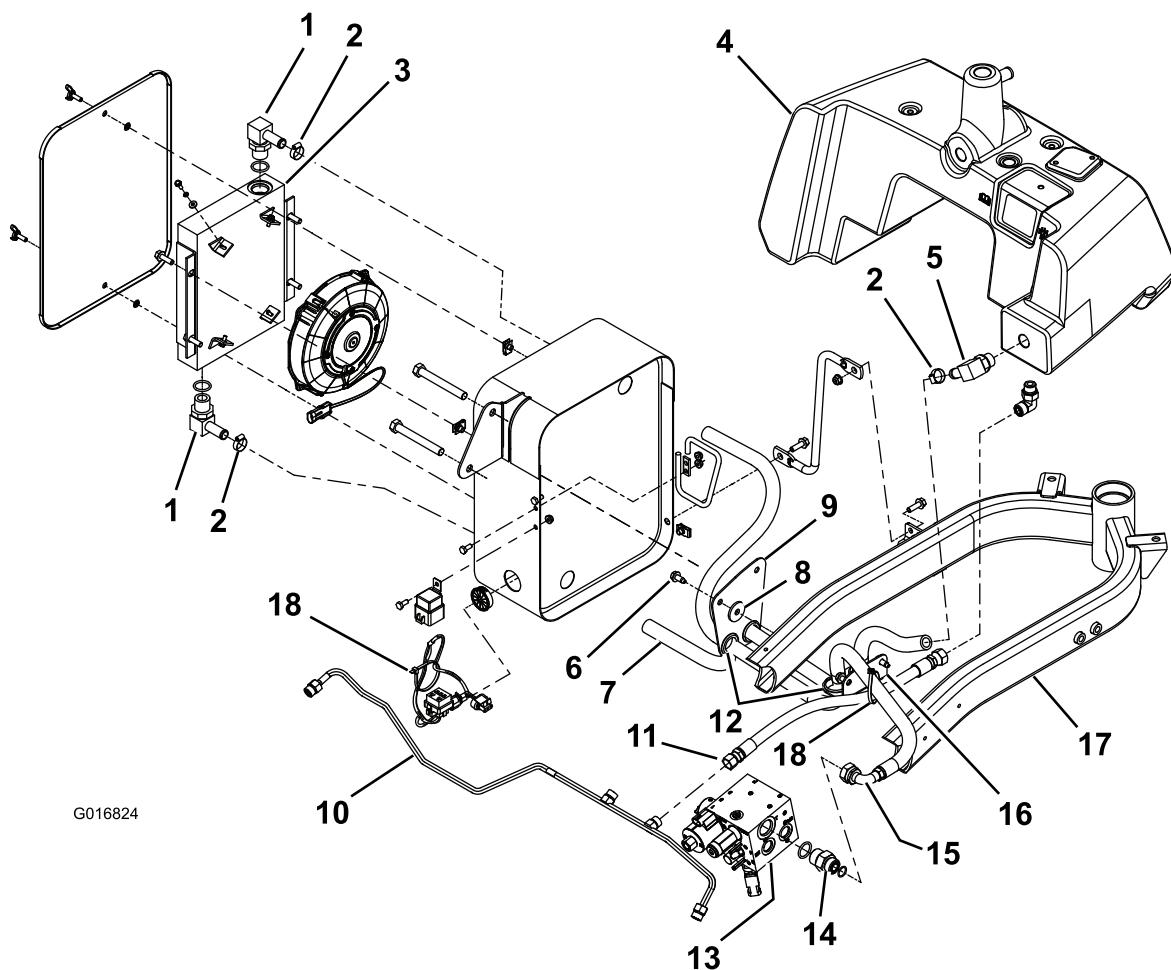

Figura 2
1. Desaperte os 4 dispositivos de fixação que prendem a sub-estrutura do depósito na estrutura da máquina (Figura 2) e deslize o depósito para trás.
3. Prenda os suportes dos tubos comprido e pequeno ao lado direito da estrutura da máquina com parafusos auto-rosantes em cada suporte de tubo (Figura 2).
5. Instale uma união de 90 graus das peças soltas e prenda-a à linha hidráulica com uma abraçadeira de tubos (Figura 2).
6. Encaminhe os conjuntos de tubos hidráulicos sem apertar (Figura 2), mas **não prenda os tubos com as cintas de cabos**.
7. Instale 2 uniões dentadas (90 graus) no dispositivo de arrefecimento de óleo com a extremidade aberta virada para trás (ventoinha) do dispositivo de arrefecimento de óleo (Figura 2).
Nota: Insira um espaçador entre o suporte do tubo comprido e a estrutura da máquina (Figura 2).
4. Retire o adaptador recto do colector hidráulico e substitua-o com o adaptador recto das peças soltas (Figura 2).
8. Retire o tubo (item 10 em Figura 2) da linha hidráulica.
Nota: Instale os olhais de borracha como se mostra em Figura 2.